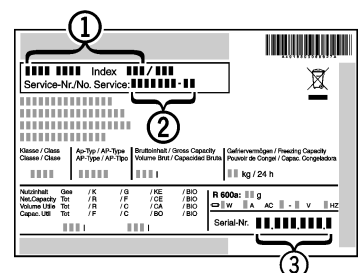

Fig. 12
- ▶ Leggere la denominazione dell'apparecchio *Fig. 12 (1)*, il numero di assistenza *Fig. 12 (2)* e il numero FN *Fig. 12 (3)* dalla targhetta identificativa. La targhetta identificativa è situata all'interno dell'apparecchio, sul lato sinistro.
- ▶ Informare il servizio di assistenza e comunicare il difetto, la denominazione dell'apparecchio *Fig. 12 (1)*, il numero di assistenza *Fig. 12 (2)* e il numero FN *Fig. 12 (3)*.